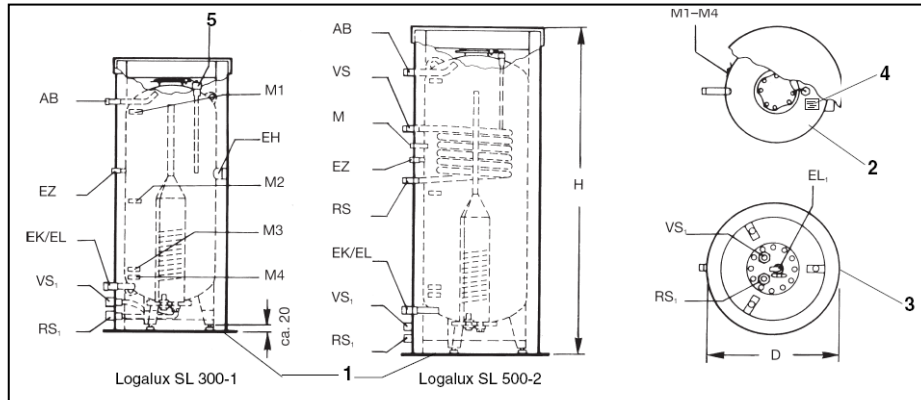
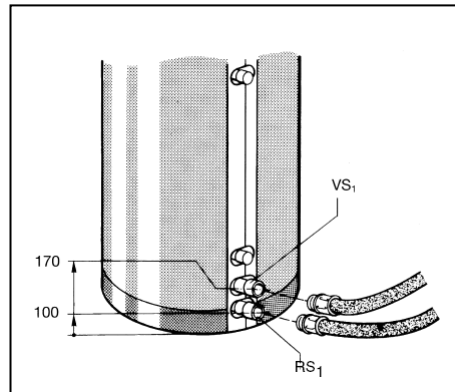

Рис. 1 Вид спереди, сверху и снизу
Рис. 7 Места подключений
Гелиобойлеры – ёмкостные водонагреватели Logalux SL 300-1 и 300-2 - 500-2 поставляются в полностью смонтированном виде вместе с отдельным упаковочным местом, в котором находится теплоизоляция. Бойлеры Logalux SL 300-2 - 500-2 отличаются от бойлера Logalux 300-1 наличием дополнительного змеевика-теплообменника (Рис. 1). В бойлеры Logalux SL 500-2 и SL 300-1 может встраиваться электронагревательный элемент*. Необходимо выполнить монтаж опорных винтов и двух частей теплоизоляции.
- Место подключения VS₁ (прямой трубопровод бойлера, гелиоконтур [= solar]) обозначено красным цветом, а место подключения RS₁ (обратный трубопровод бойлера, гелиоконтур [= solar]) – синим цветом (Рис. 1) и (Рис. 7).
Пояснения к Рис. 7: VS₁: красный RS₁: синий